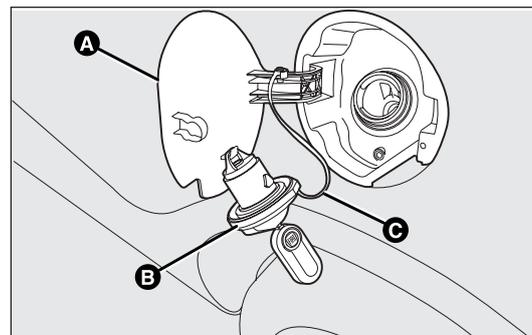

fig. 109
## TAPÓN DEL DEPÓSITO DE COMBUSTIBLE fig. 109
- 1) Abra el tapa A-fig. 109 tirando hacia fuera, mantenga sujeto el tapón B, introduzca la llave de contacto en la cerradura y gírela hacia la izquierda.